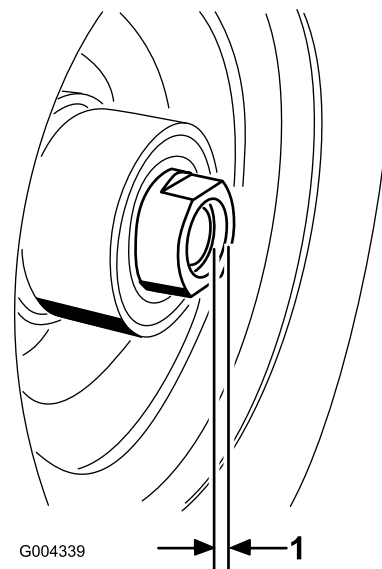

Figura 29
11. Si se retiraron ambas tuercas espaciadoras del eje, aplique adhesivo sellador de roscas a la tuerca espaciadora. Instale las tuercas espaciadoras en el eje dejando que sobresalgan 3 mm del eje (Figura 29).
16. Apriete la tuerca espaciadora a 8-9 Nm, luego aflójela y apriételo de nuevo a 2-3 Nm. Asegúrese de que el eje no sobresale de ninguna de las tuercas (Figura 29).